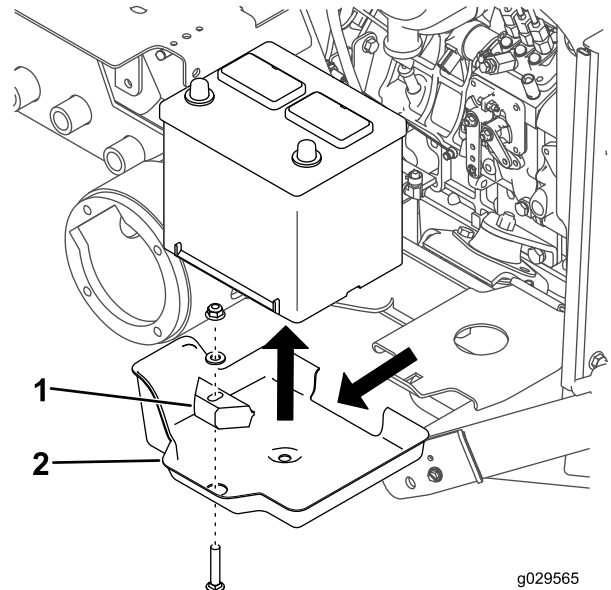

Bild 38
3. Entfernen Sie die Schlossschraube, die Scheibe, die Batteriebefestigungsplatte und die Mutter, mit denen die Batterie befestigt ist (Bild 38).
4. Nehmen Sie die Batterie aus dem Batteriekasten heraus (Bild 38).
5. Nehmen Sie den Batteriekasten aus dem Batterieplattform heraus (Bild 38).